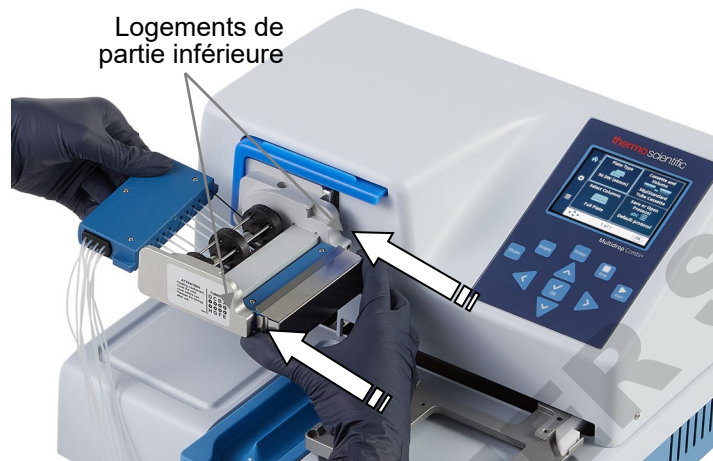

Figure 4–14. Insertion de la partie inférieure de la cassette de distribution dans ses logements
3. Saisissez fermement la partie supérieure de la cassette de distribution de votre main droite et tirez prudemment les tubes autour du rotor de pompe jusqu'à ce que la partie supérieure atteigne et rentre dans les logements de la partie supérieure du corps de pompe (Figure 4–15). Insérez dans les logements. Maintenez l'instrument fermement de l'autre main.